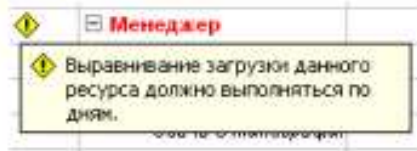

Рис. 43. Сообщение о перегрузке ресурса Менеджер
- Установите указатель мыши на значке  в строке ресурса Менеджер. На экране появится сообщение о том, что данный ресурс перегружен, и рекомендация исправить эту ситуацию (рис. 43).